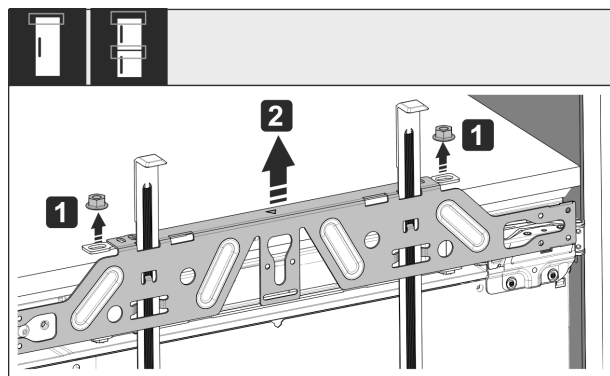

Fig. 56
- Svitare i controdati Fig. 56 (1).
- Togliere la traversa di fissaggio Fig. 56 (2).